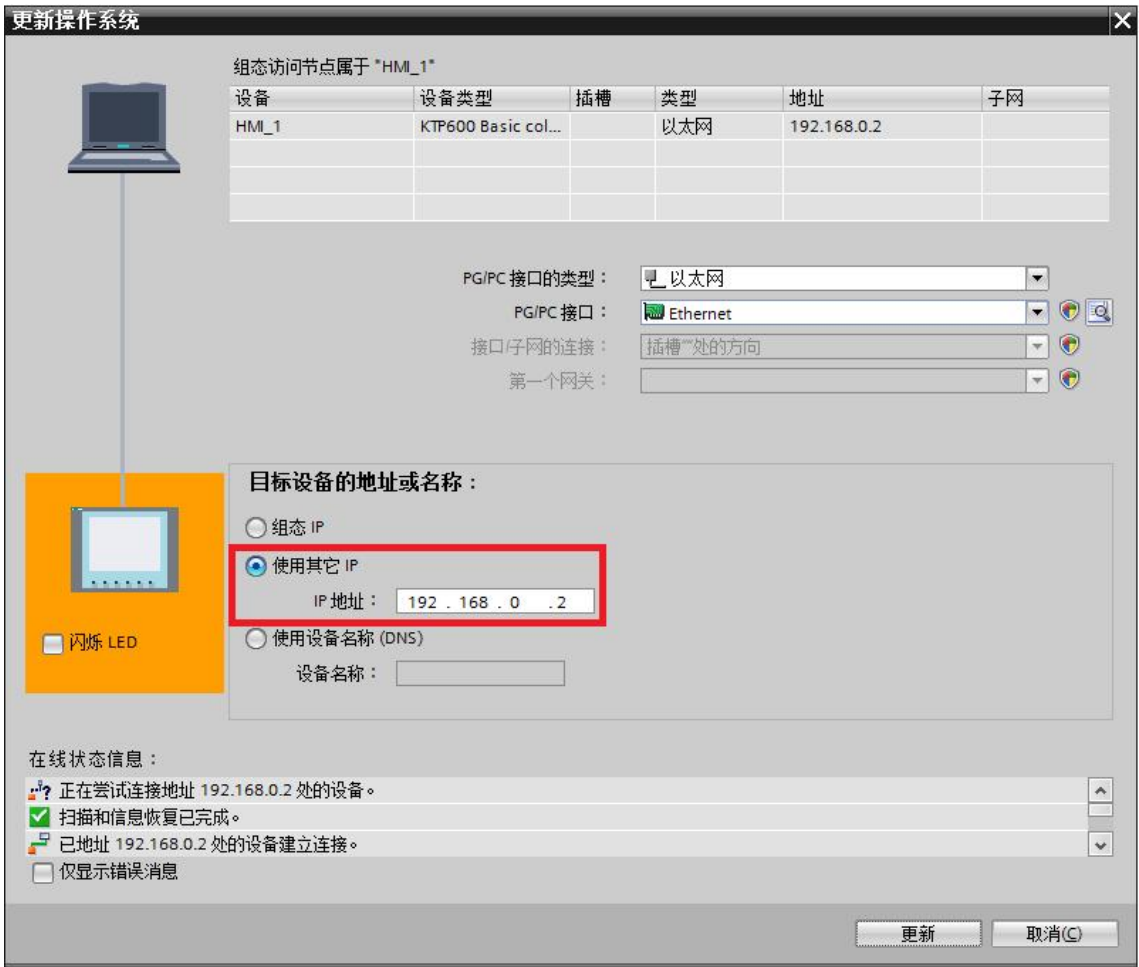

图 5-2
2. 弹出“更新操作系统”对话框，在目标设备的地址或名称选中选择使用其它 IP，填入待更新系统的面板的 IP（本例中面板的 IP 为 192.168.0.2），软件将自动扫描出可连接设备，使能“更新”按钮。如图 5-2 所示。